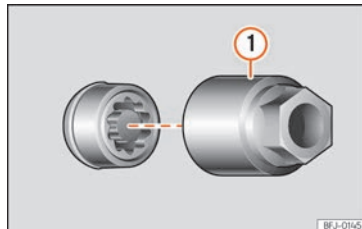

Abb. 194 Diebstahlhemmende Radschraube mit Abdeckkappe und Adapter
- Setzen Sie den Spezialadapter »» (Abb. 194) ① (Bordwerkzeug »» S. 268) bis zum Anschlag in die diebstahlhemmende Radschraube ein.